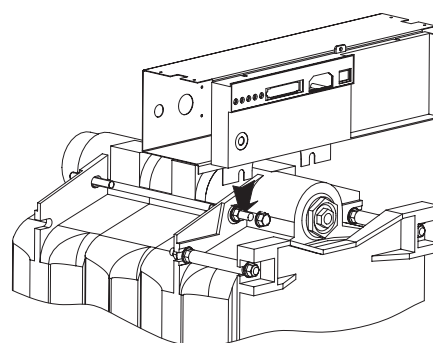

Рис. 9
- С: Электрическую панель управления (7) установите так, чтобы засечки, находящиеся на нижней консоли в задней части жестяного корпуса, наделись на передние соединительные стержни кожуха котла (рис. 9).